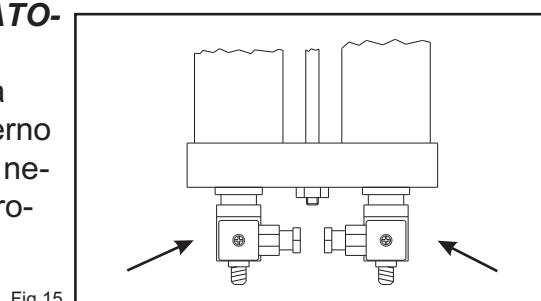

Fig.15
- Smontare l'elettrovalvola (Fig.15) e soffiare all'interno con aria compressa , se necessaria sostituire l'elettrovalvola.